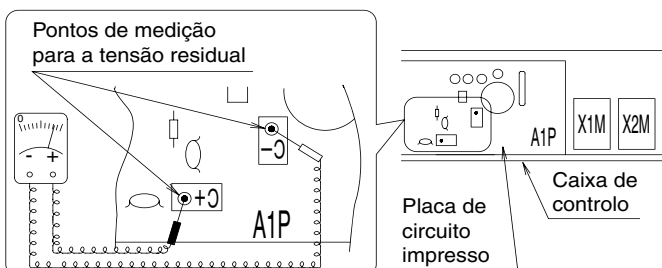

Fig. 3
- Depois de abrir a caixa de controlo, medir a tensão residual entre os pontos indicados na **Fig. 3** da placa de circuito Impresso com o testador, sem tocar na parte ativa e confirmar que a tensão residual é de DC50 V ou inferior.